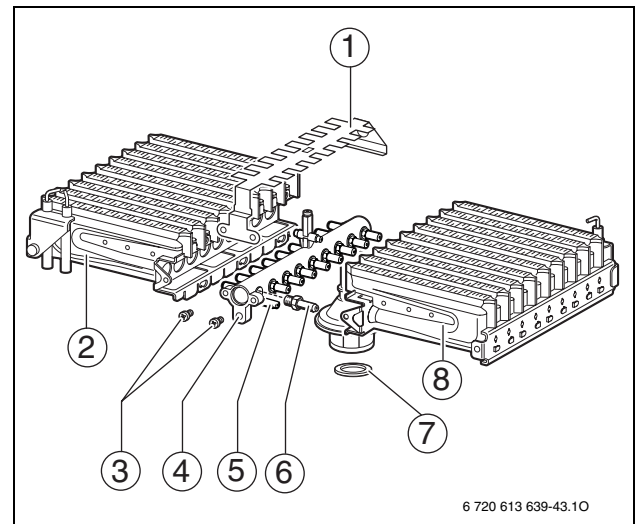

Fig. 33
- ▶ Smontare il bruciatore (→ fig. 33, pos. 2 e 8 / → cap. 12.2.1).
- ▶ Rimontare il bruciatore (→ fig. 33, pos. 2 e 8).